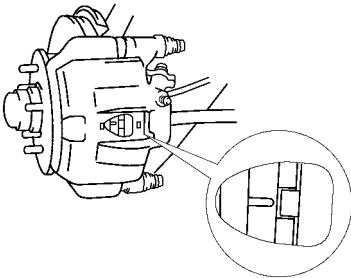

图 15-66 检查衬垫衬片的厚度
(1) 拆下前车轮。
(2) 检查衬垫衬片的厚度。通过泵体观察孔检查衬垫衬片的厚度，如图 15-66 所示。